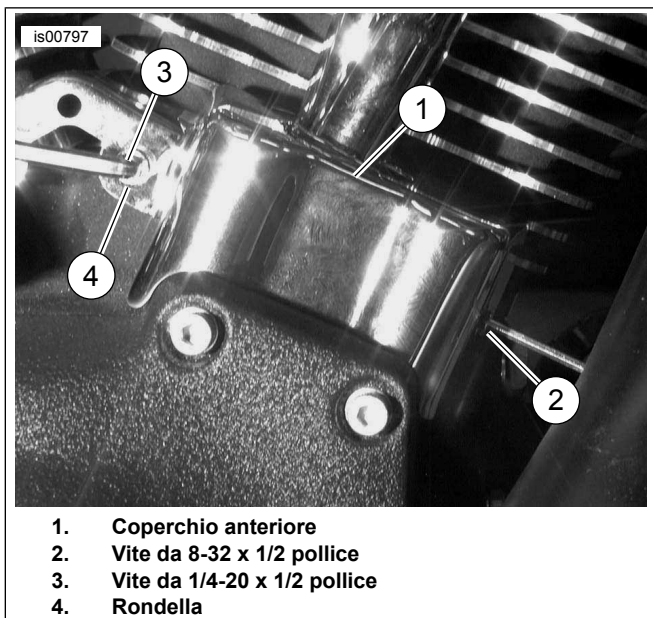

Figura 4. Montaggio del coperchio anteriore delle aste delle punterie sulle staffe
8. Vedere Figura 4. Montare in modo lasco il coperchio anteriore (1) usando una vite da 8-32 x 1/2 pollice (2) (con la chiave da 3/32 di pollice fornita) e una vite da 1/4-20 x 1/2 pollice (3) con la rondella (4).